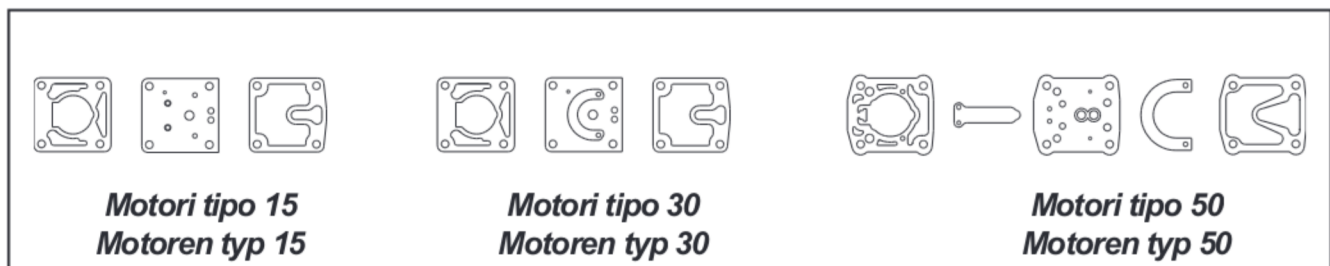

Fig. 12
- Il difetto può essere causato dalla rottura delle valvole o delle guarnizioni (Fig.12). Procedere immediatamente alla sostituzione del particolare danneggiato.
- Die Störung kann auf defekten ventilen oder Dichtungen (Abb.12) beruhen, das beschädigte Teil sofort auswechseln.